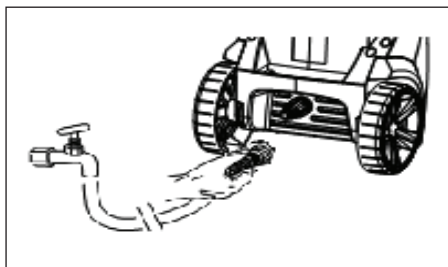

Figura 13 - Conecte la manguera de jardín a la unidad (modelos PW1625 y PW1825)
4. Conecte la manguera de jardín a la unidad (ver la figura 13 y 15).
9. Conecte la manguera de jardín a la unidad (ver la figura 13 y 15).